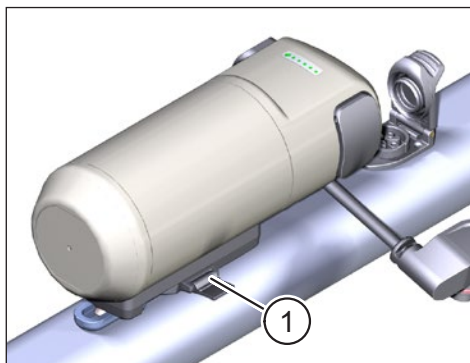

Fig. 6: Sistema FIDLOCK® bloccato
- Spinga la linguetta di bloccaggio fino all'arresto (vedere Pos. 1 in Fig. 6), per fissare saldamente Range Extender in posizione.